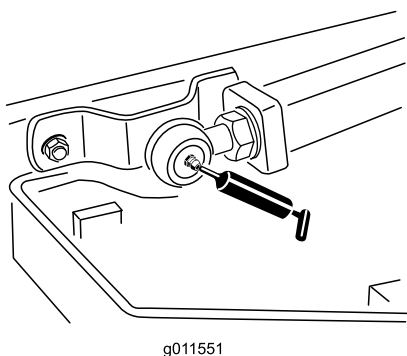

Figure 85
- 2 rotules de bras de levage (Figure 85).